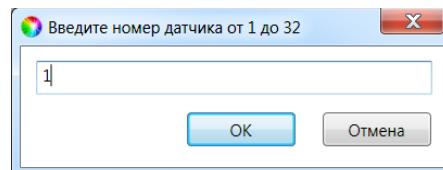

Рис. 7.7. Ввод номера радиоизвещателя
- 6.2. В открывшемся окне укажите номер извещателя (от 1 до 32) из числа еще не занятых и нажмите кнопку *OK* (рис. 7.7).